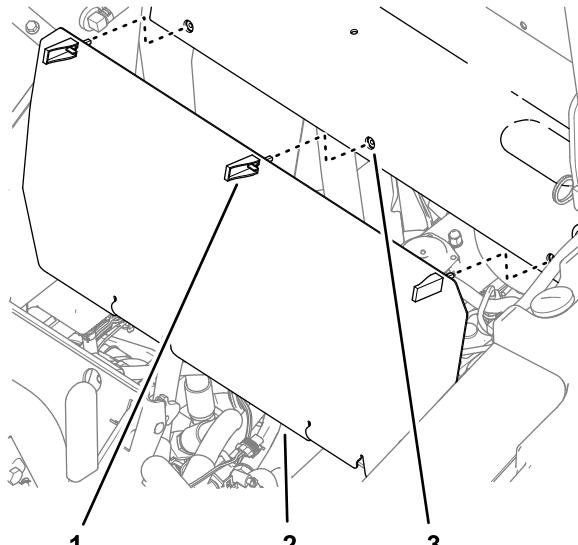

図 3
1. 後パネルのラッチを解除する図 3。
2. 機体から後パネルを外す図 3。